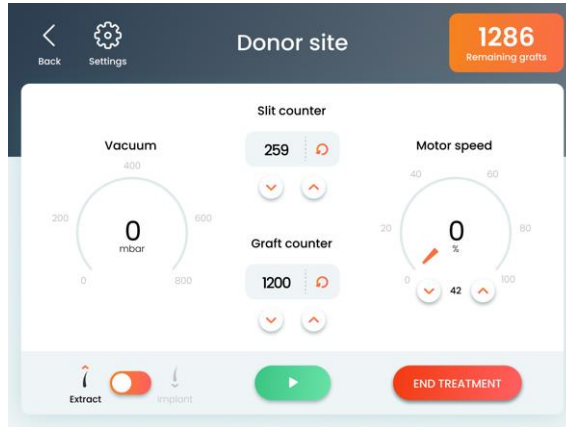

Figure 5-6. Écran Donor Site Treatment (Traitement Site donneur)
3. Appuyez sur le bouton **Confirm** (Confirmer) ; l'écran Traitement Site donneur apparaît, comme illustré à la Figure 5-6.